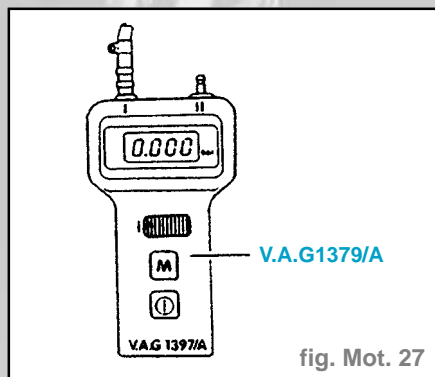

fig. Mot. 27
- La pression de suralimentation est mesurée avec le contrôleur de turbo-compresseur **V.A.G 1397/A** et le lecteur de défauts **V.A.G 1551** pendant un parcours d'essai (fig. Mot. 27).
- Mettre le contrôleur de turbo-compresseur en circuit, amener le sélecteur de plage de mesure en position + et brancher le flexible de mesure sur l'ajustage + (fig. Mot. 27).
- La pression de suralimentation est mesurée avec le contrôleur de turbocompresseur **V.A.G 1397/A** et le lecteur de défauts **V.A.G. 1551** pendant un parcours d'essai (fig. Mot. 27).